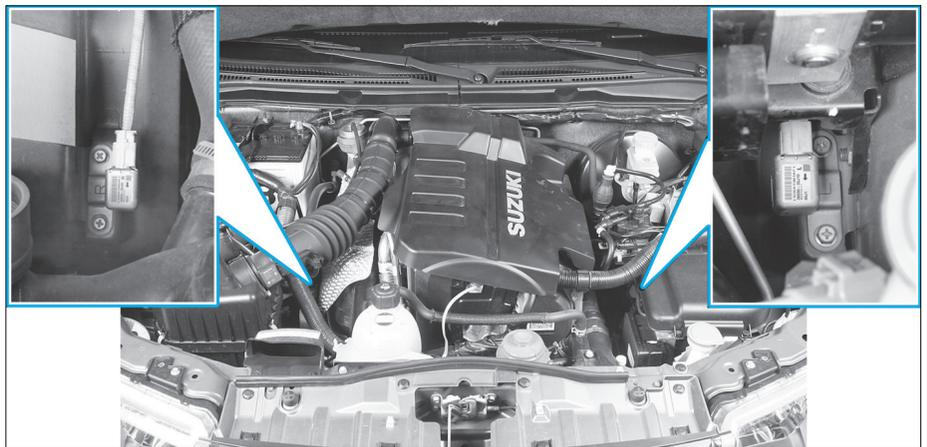

FIG. 17
- Déposer les deux vis de fixation du capteur (Fig.17).